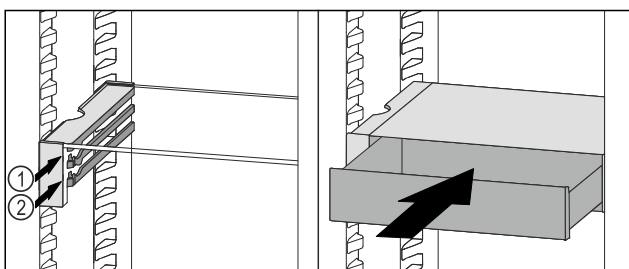

Fig. 55
- ▶ Placer le tiroir VarioSafe derrière les butées sur la nervure désirée Fig. 55 (1) ou Fig. 55 (2).